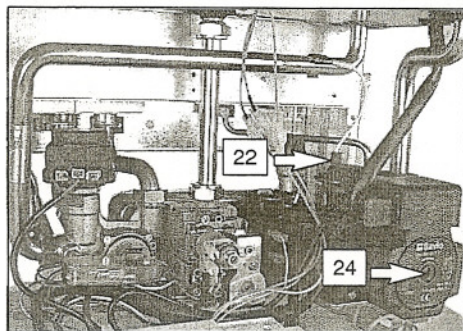

fig. 6.2
- 7 Aflojar el tapón de la válvula automática de purga 22 en la fig. 6.2
- 12 Quite el tapón 24 de la fig. 6.2 y desbloquee la bomba girando el rodete por medio de un destornillador.